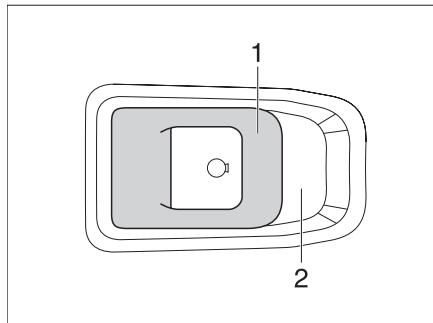

Fig. 44 Serrure de la porte de cellule, à l'intérieur
*Ouvrir :* ■ Tirer la poignée (Fig. 44,1).
*Verrouiller :* ■ Pousser la poignée (Fig. 44,1) dans le creux de poignée (Fig. 44,2).